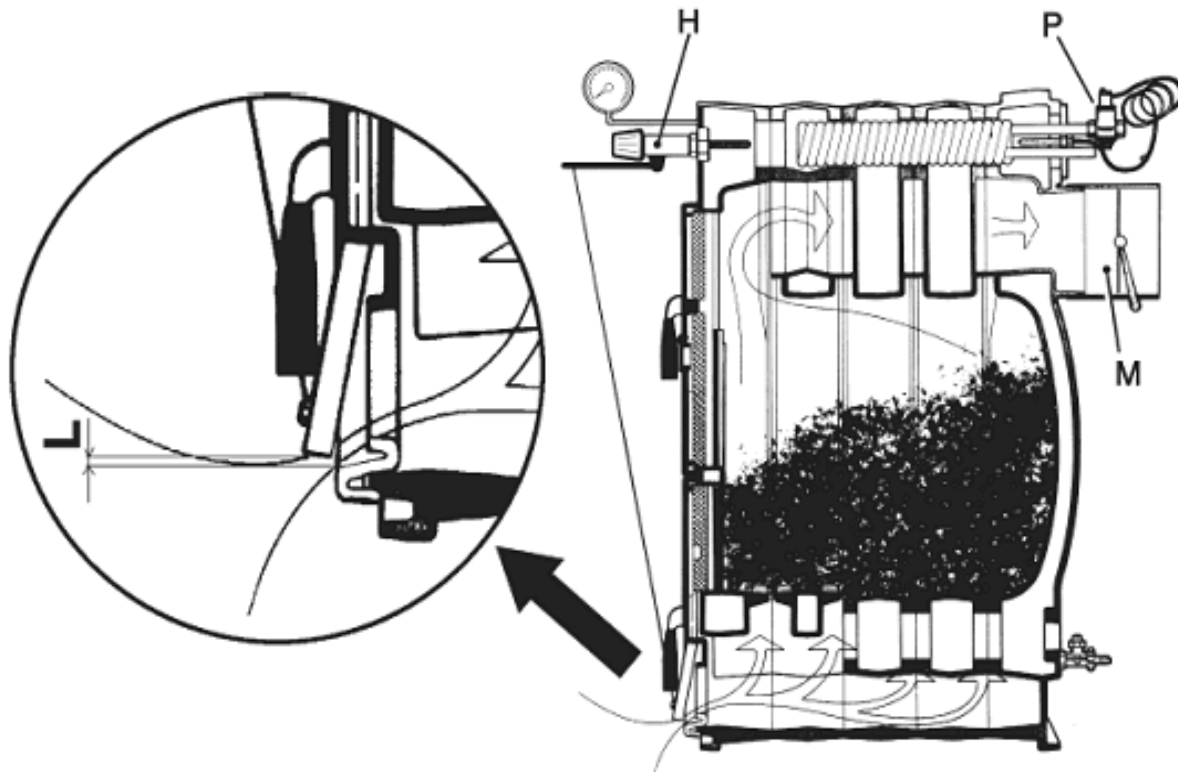

Рис. 4
6. Отрегулировать винты фиксации крышки воздухозабора таким образом, чтобы при зафиксированной крышке в любом случае оставался бы зазор для воздуха максимальным размером около 1-2 мм. При холодном котле установить термостат регулировки на 60°. Вставить цепочку в соответствующее гнездо на крышке воздухозабора, отрегулировать длину цепочки таким образом, чтобы оставался зазор для воздуха "L" (Рис. 4) размером около 15 мм при использовании угля и 2 мм при использовании дров.
1. Снять цепочку и раму термостата регулировки "H" (см. Рис. 4).